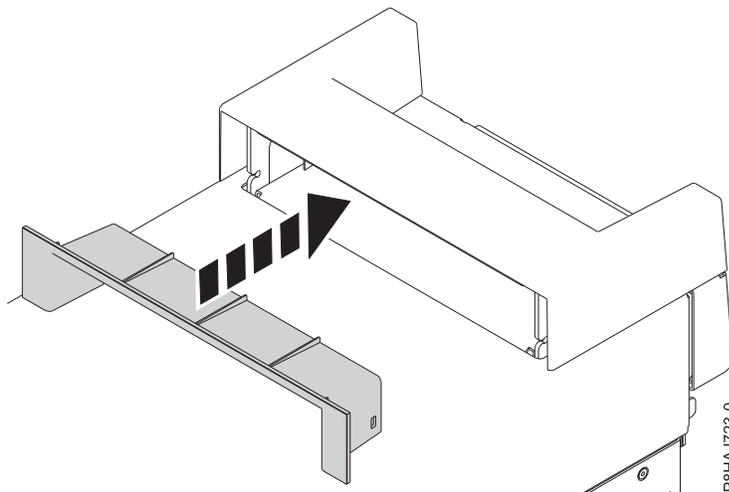

Abbildung 37. Einsetzen des Elements innerhalb der Griffabdeckung bei einem Standalone-System vom Typ 8286-41A
2. Setzen Sie das Element innerhalb der Griffabdeckung ein, indem Sie es fest in die Griffabdeckung drücken (siehe Abb. 37).